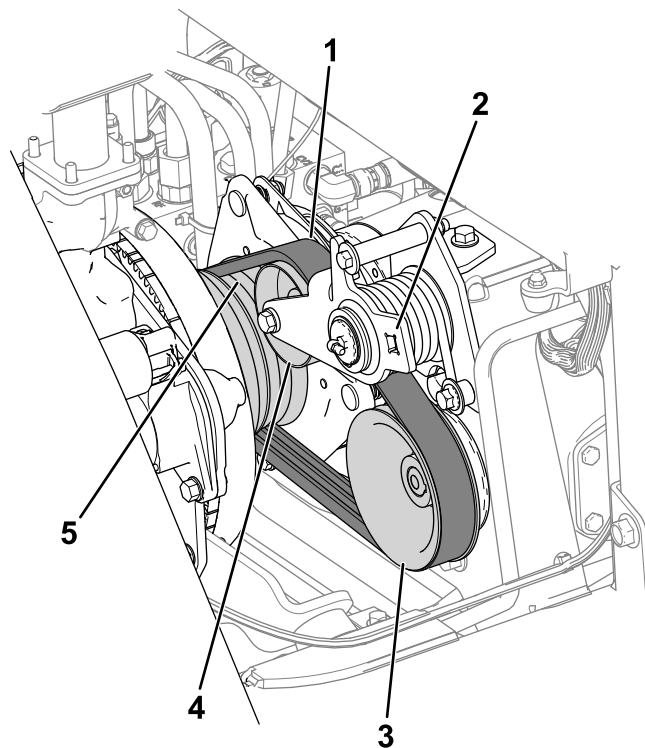

Figura 78
3. Fate passare la cinghia sulla puleggia del motore, la puleggia tendicinghia e la puleggia della pompa (**Figura 78**).